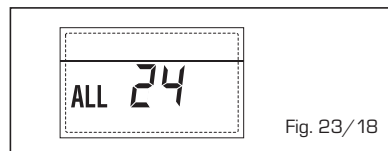

Fig. 23/18
- ANOMALIE PANNE SONDE CHAUFFE-EAU SOLAIRE S2 "ALL 25" (fig. 23/19)